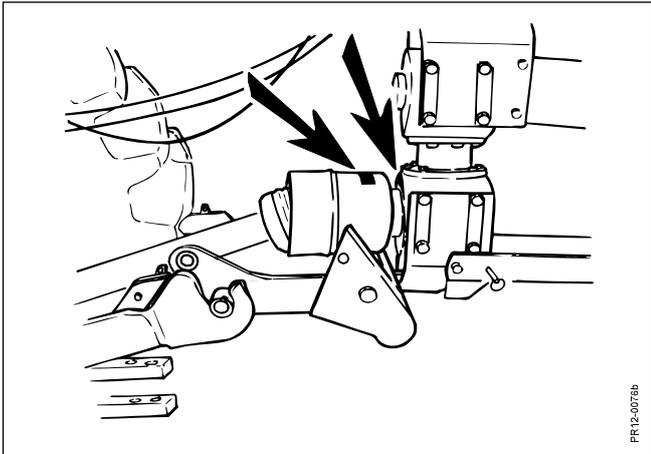

Fig. 2-12
**Fig. 2-12** Die Maschine ist mit der aktuellen Einstellung deutlich an dem vorderen Drehkopfgetriebe und dem Schutzblech bei der PIC-Welle markiert. (Sehen Sie evtl. Aufkleber an der Maschine Seite 13, Pos. 12) Falls dieser Aufkleber nicht vorhanden ist, die Einstellung kontrollieren.